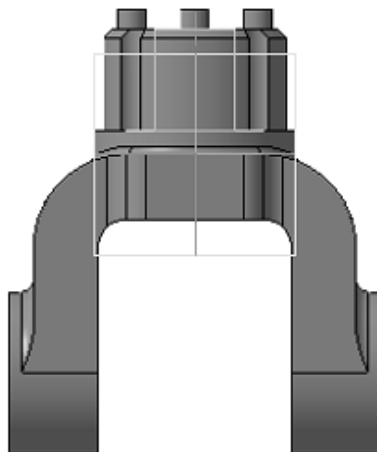

Рисунок 62.
3. На клавиатуре нажимайте клавишу <Стрелка влево>— модель будет поворачиваться с шагом 15 градусов в плоскости экрана по часовой стрелке (рис. 62).